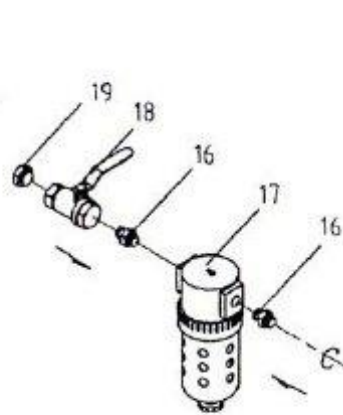

Abbildung 2
2. Informationen zum Installieren der Luftfalle (17) finden Sie in Abbildung 2. Auf beiden Seiten des Filters befinden sich zwei Anschlüsse (16). An einem Anschluss sollte ein Luftzufuhrventil (18) montiert werden. Ein Ende des Luftventils (18) sollte mit dem Anschluss (16) und das andere Ende mit dem Buchsen-Stecker-Anschluss (19) verbunden werden. Wenn das Sandstrahlgerät einsatzbereit ist, muss die Luftleitung vom Kompressor an die Buchse-Stecker-Kupplung (19) angeschlossen werden.